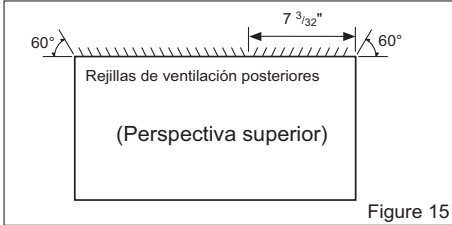

Figure 15
- 1** Redireccione las rejillas de ventilación en la parte posterior del soporte de pared a un ángulo de 60° según muestra la Figure 15. Recomendamos el uso de alicates.